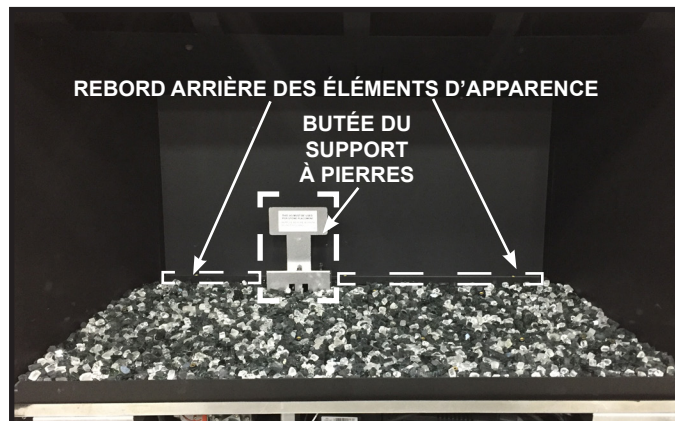

Figure 9.4 Éléments d'apparence en verre installés
**ATTENTION :** Ne pas installer les éléments d'apparence derrière le rebord arrière. Cela peut provoquer de la suie. Voir la figure 9.4.